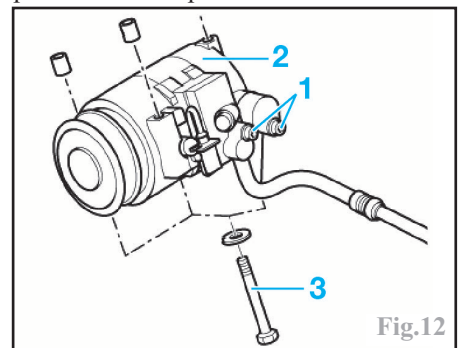

Fig.12
Débrancher les canalisations (1) sur le compresseur (2) de climatisation (Fig.12).